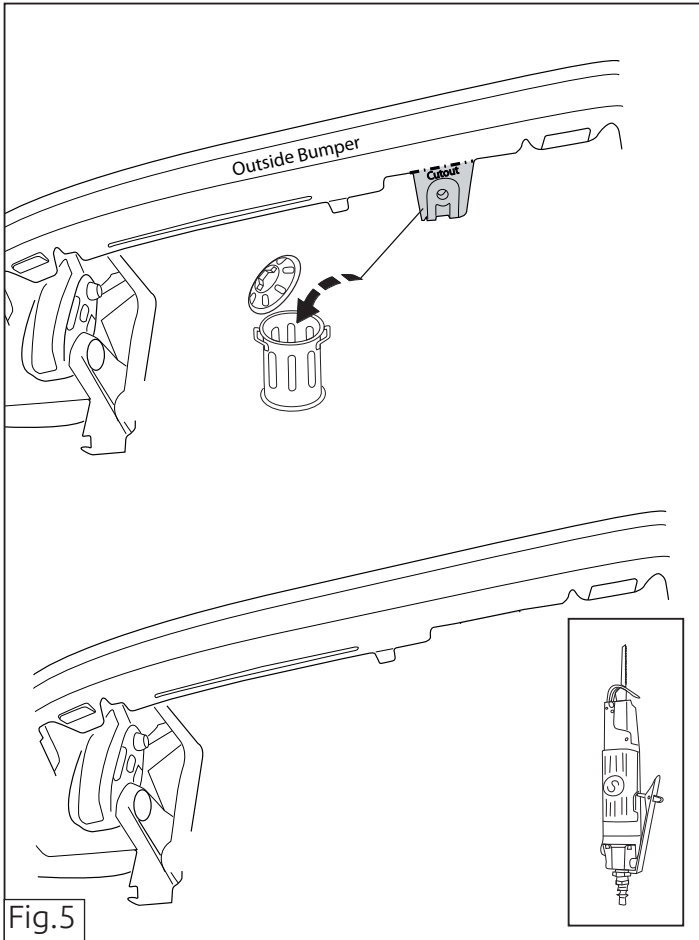

Fig.5
8. Выпилить часть из закрывающей пластины, как указано на рис.4 Отпилить обозначенную часть, как указано на рис. 5.